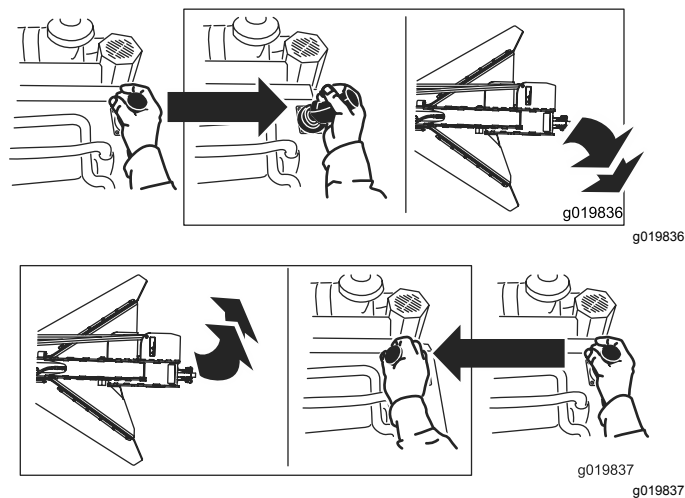

Figura 15
- Per ruotare la tranciatrice a destra o sinistra, spostate la leva nella direzione desiderata (Figura 15).